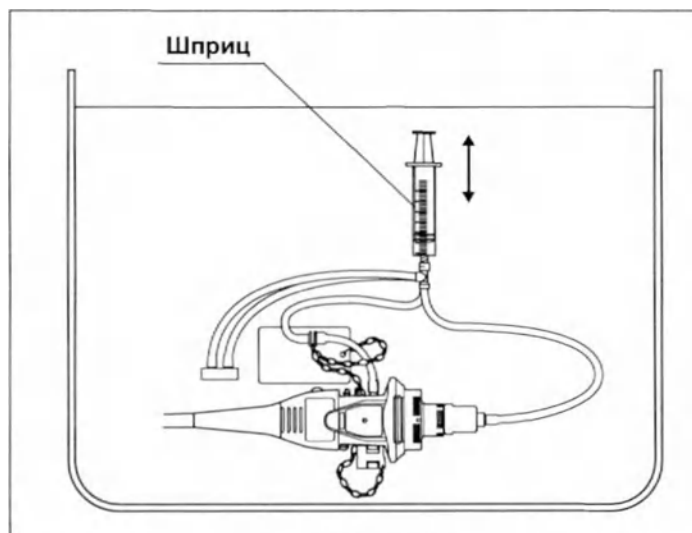

Рис. 5.65
- 6** Полностью погрузив шприц в раствор дезинфицирующего средства, медленно вытяните поршень шприца, чтобы заполнить шприц раствором. Затем с усилием надавите на поршень, чтобы промыть канал подачи воздух/вода 90 мл раствора дезинфицирующего средства (т. е. прокачав содержимое шприца не менее трех раз). Убедитесь, что во время третьей промывки из дистального конца эндоскопа не выделяются пузырьки воздуха. (см. рис. 5.65)